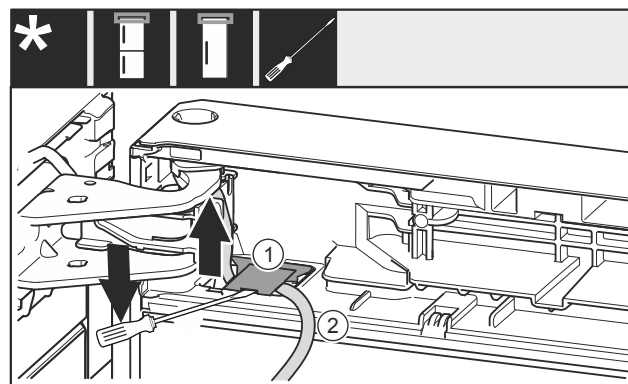

Fig. 24
- Avec un tournevis plat, soulever le cache Fig. 24 (1) et le retirer.
- Retirer le câble Fig. 24 (2).